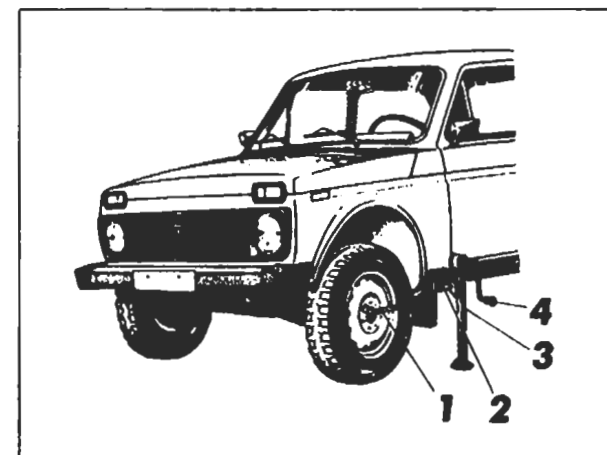

Рис. 37. Подъем автомобиля при замене колес
- ослабьте гайки крепления заменяемого колеса на один оборот комбинированным ключом 1 (рис. 37);